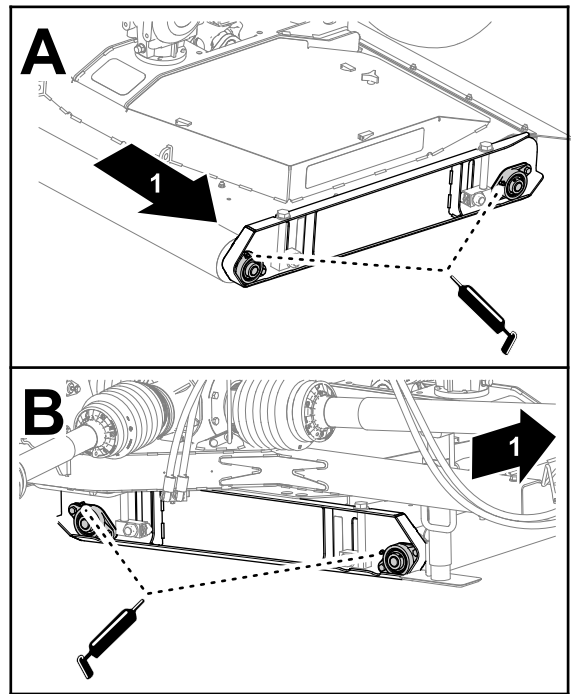

Figure 56
2. Graissez les roulements des rouleaux sur le côté droit du tablier (Figure 56).
1. Appliquez la graisse spécifiée sur les roulements des rouleaux du tablier, sur le côté gauche du tablier (Figure 56).